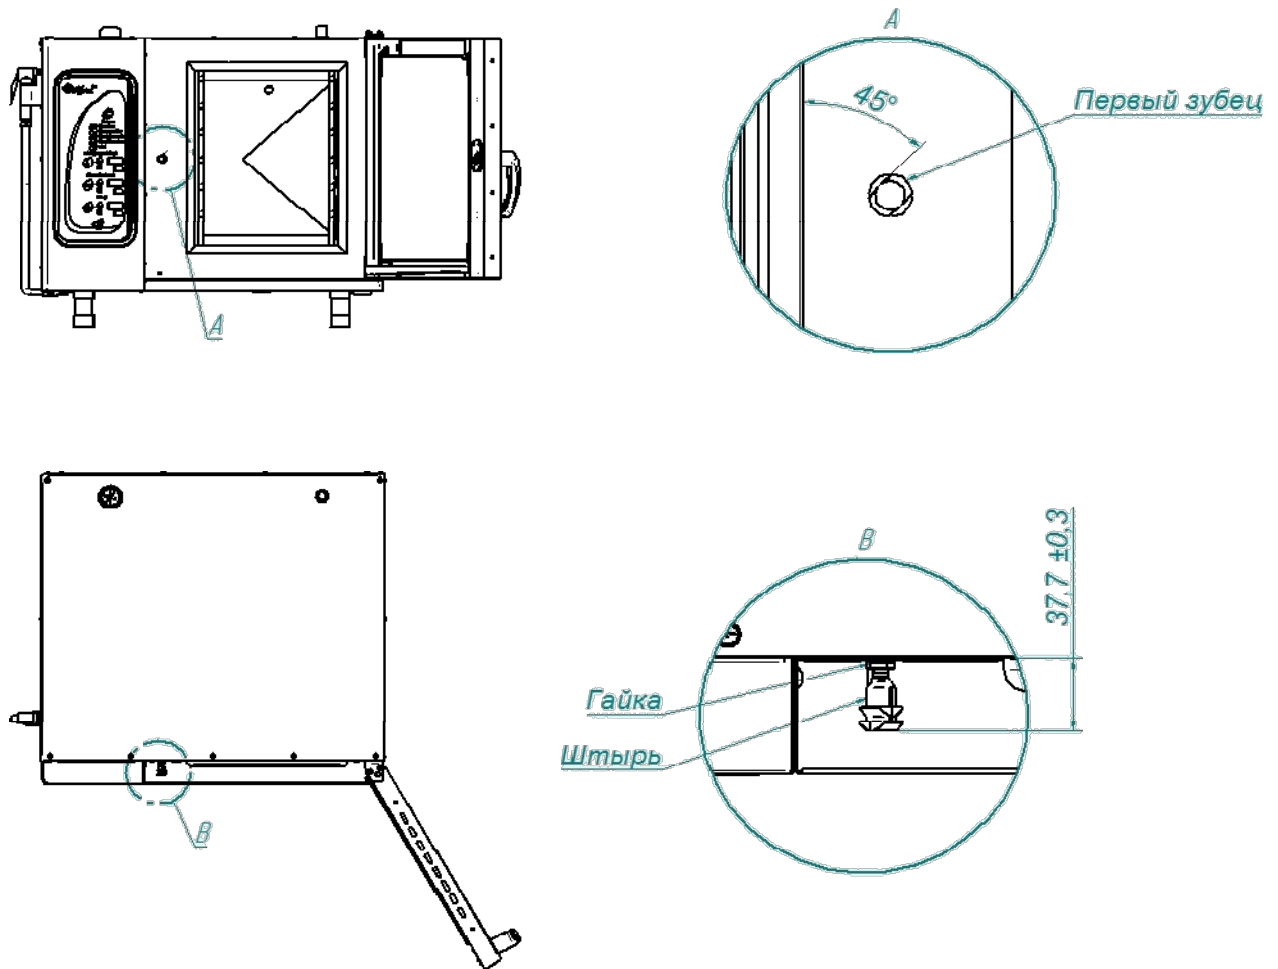

Рис. 13. Регулировка замкового устройства
При ослаблении уплотнителя двери пароконвектомата необходимо отрегулировать положение штыря (см. рис. 13). Для этого:
- отрегулировать положение штыря согласно указанным размерам и положению зубцов (при ослаблении профиля штырь необходимо закручивать, т.е. уменьшить размер 37,7мм, выдерживая угол  $45^{\circ}$  – см. рис. 13);